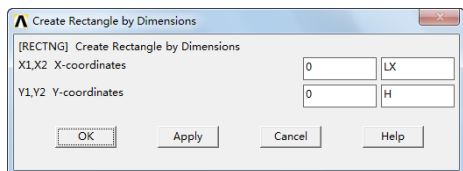

图 9-14 “Create Rectangle by Dimensions”对话框
⑪依次选择 Main Menu→Preprocessor→Modeling→Create→Areas→Rectangle→By Dimensions，会弹出“Create Rectangle by Dimensions”对话框，如图 9-14 所示，在“X1, X2 X-coordinates”输入框中依次输入 0, LX，在“Y1, Y2 Y-coordinates”输入框中依次输入 0, H，单击“OK”按钮关闭该对话框。
⑫依次选择 Utility Menu→PlotCtrls→Numbering，会弹出“Plot Numbering Controls”对话框，选择“Line Line numbers”，使其状态从“Off”变为“On”，其余选项采用默